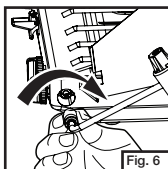

Fig. 6
- Enrosque el regulador en la estufa apretándolo a mano. (Fig. 6)